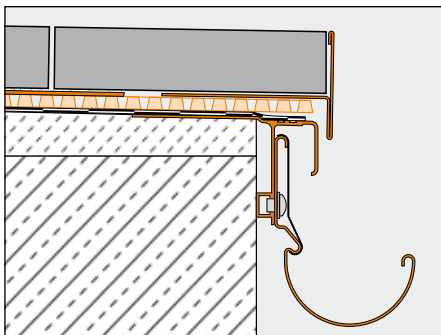

Abb. 2
3.2 In caso si utilizzi la guaina Schlüter®-TROBA-PLUS e gli anelli in materiale plastico Schlüter®-TROBA-STELZ-DR (Fig. 2), il profilo Schlüter®-BARA-RT dovrà coprire il bordo dell'intera struttura. I punti di appoggio esterni verranno posizionati sopra l'aletta di fissaggio a fori trapezoidali di Schlüter®-BARA-RT.